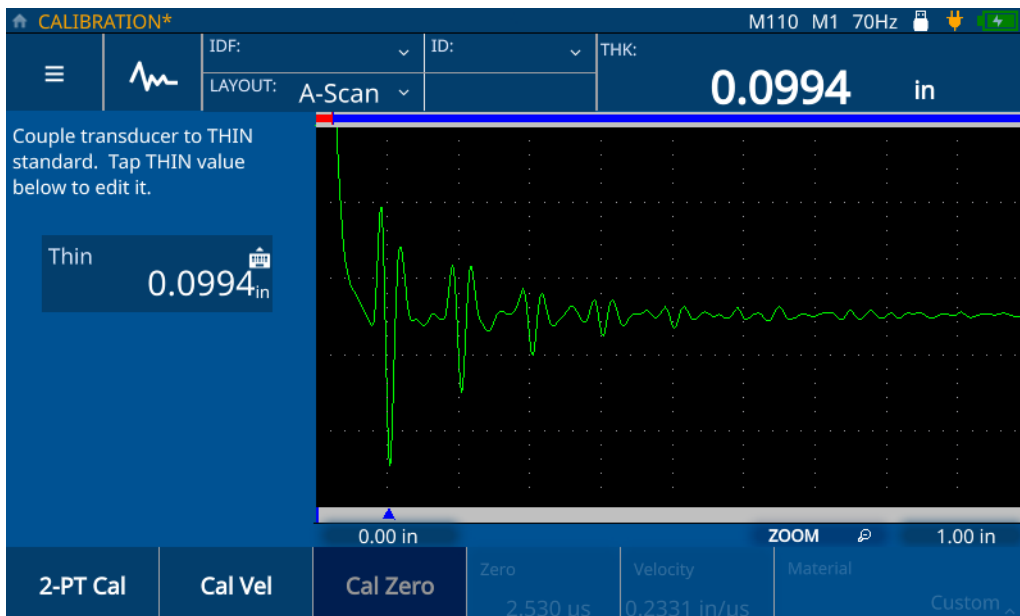

Figura 5-10 Calibração do zero (calibração 2-PT)
7. Siga as instruções na tela que fornecem instruções de calibração e acople o transdutor à amostra com uma espessura mínima conhecida (consulte Figura 5-10 na página 49).